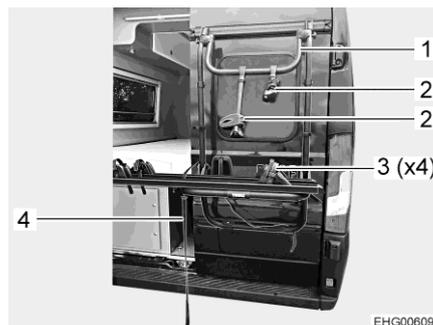

Bild 3 Fahrradträger (Beispiel)
- Verschlussriemen (Bild 3,4) öffnen.
- Fahrrad auf Schiene setzen und mit Haltearm (Bild 3,2) am Haltebügel (Bild 3,1) befestigen.
- Vorderrad und Hinterrad des Fahrrads jeweils mit Spannband (Bild 3,3) an der Radschiene befestigen.
- Verschlussriemen (Bild 3,4) schließen.